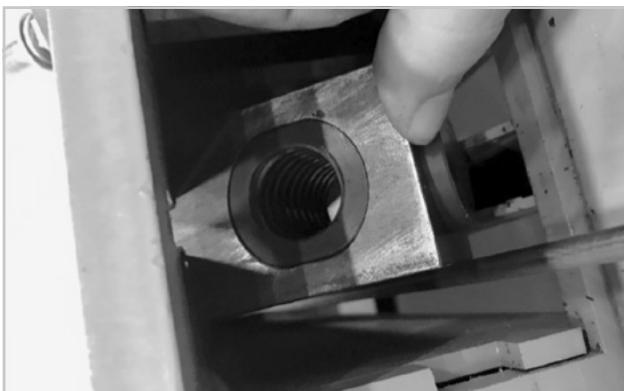

Figura 80
10. Quite la tuerca ACME empujando el husillo ACME hacia la mesa e inclinado la tuerca ACME hasta que pueda ser quitada (figura 80).